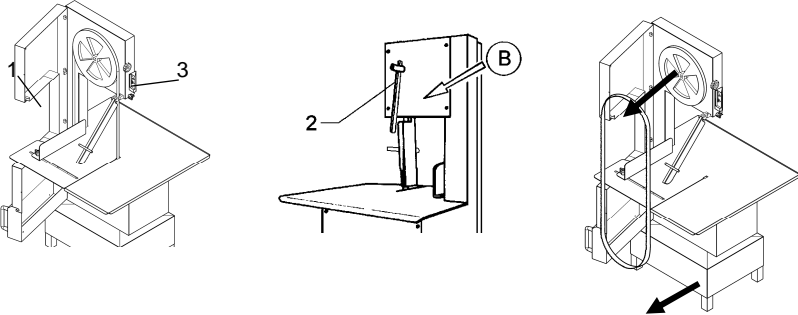

图 7.6.2
7.6.2、更换锯条 (图7.6.2)
- 释放图7.6.2中箭头“B”指示的旋鈕“2”。
- 转动位置“A”（图7.6.2）上的旋鈕，拉长锯片。